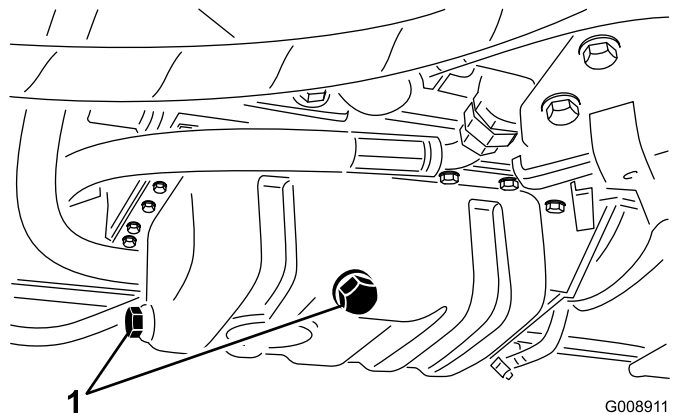

图64
1. 拆下任一排油塞（图64），让油流入放油盘；当油停止流动时，安装排油塞。